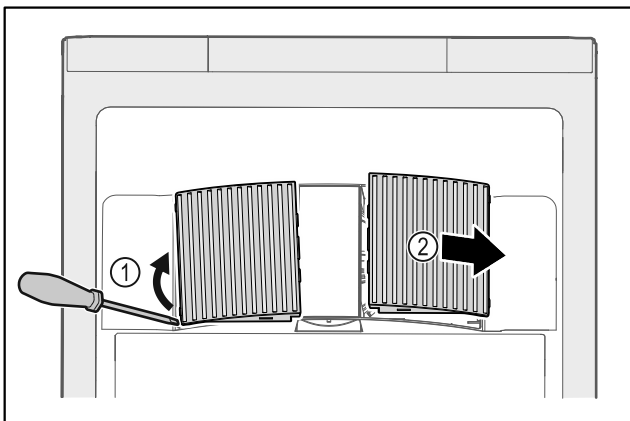

Fig. 214
- ▶ Кожух вентилятора обережно підважити зі сторони Fig. 214 (1) і витягнути рухом вперед Fig. 214 (2).